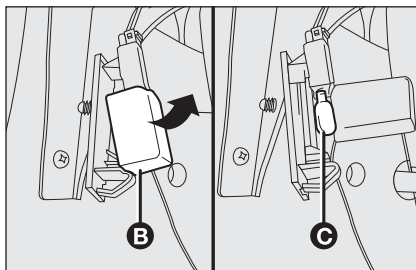

fig. 44
- ☐ abra la protección **B**-fig. 44 y sustituya la lámpara **C** introducida a presión;